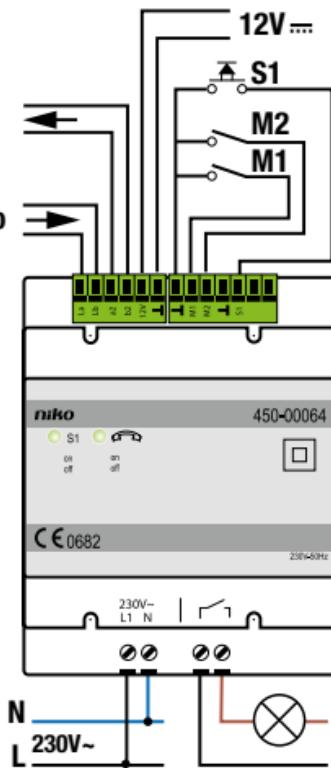

fig.1
El sistema se incorpora a un armario DIN-rail (4E). La activación puede ejecutarse mediante una llamada, un botón externo o un botón incorporado (consulte la Fig. 1). La interfaz telefónica está protegida con un código de 4 cifras. En caso de interrupción del suministro eléctrico, los ajustes y estados de las salidas se guardan y se reactivan cuando vuelve el suministro. Si quiere que el sistema permanezca activo durante una interrupción en el suministro eléctrico, puede conectarlo a una fuente de alimentación permanente de emergencia de 12V CC.
1. Conecte la línea telefónica entrante con las abrazaderas regulables La y Lb (punta y anilla) del sistema. Puede conectar la línea telefónica a los sistemas internos con las abrazaderas a2 y b2 (véase la Fig. 1), o conectarla a una red de teléfonos con centralita. Retire el conector superior para conectar los cables.
2. Conecte las abrazaderas L1 y N a la corriente de 230 V (véase Fig. 1). Capacidad de fijación máx. 1 x 1.5mm².
3. Desenrolle los cables tal y como indica el esquema de la Fig. 1.
La interfaz telefónica puede alimentarse con 12 V (UPS). En tal caso debe conectarse la alimentación con pinzas de 12 V (+) y (-). Consulte la Fig. 1).